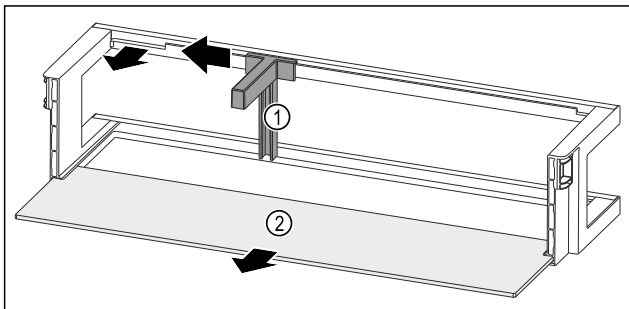

Fig. 64 Türabsteller mit Flaschenhalter und Abstellfläche
- Flaschenhalter Fig. 64 (1) bis zur Aussparung zur Seite schieben.
- Flaschenhalter Fig. 64 (1) entnehmen.
- Abstellfläche Fig. 64 (2) entnehmen.